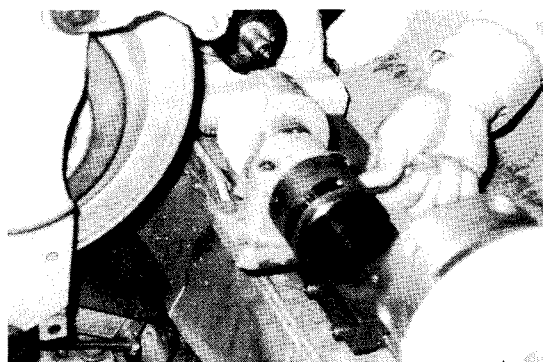

図1-22
- (1) ツルーイング装置にツルーイング用砥石 (C-80M ビトリファイド砥石) を取り付ける。
- (2) 研削盤のテーブル上にツルーイング装置を取り付ける (図1-22)。